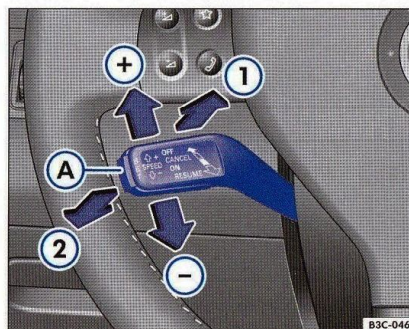

Fig. 20 Elementul de comandă al sistemului de control automat al vitezei de croazieră.
– Apăsăți ușor maneta până la prima treaptă, în direcția săgeții ⇒ fig. 20 **2** sau